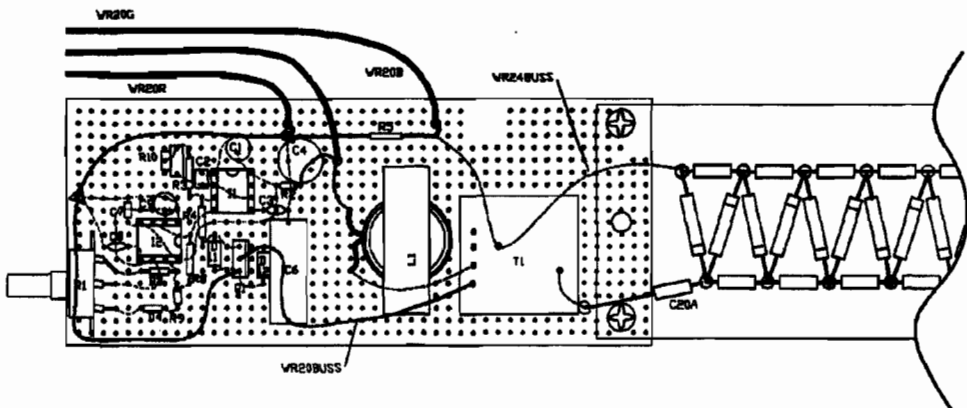
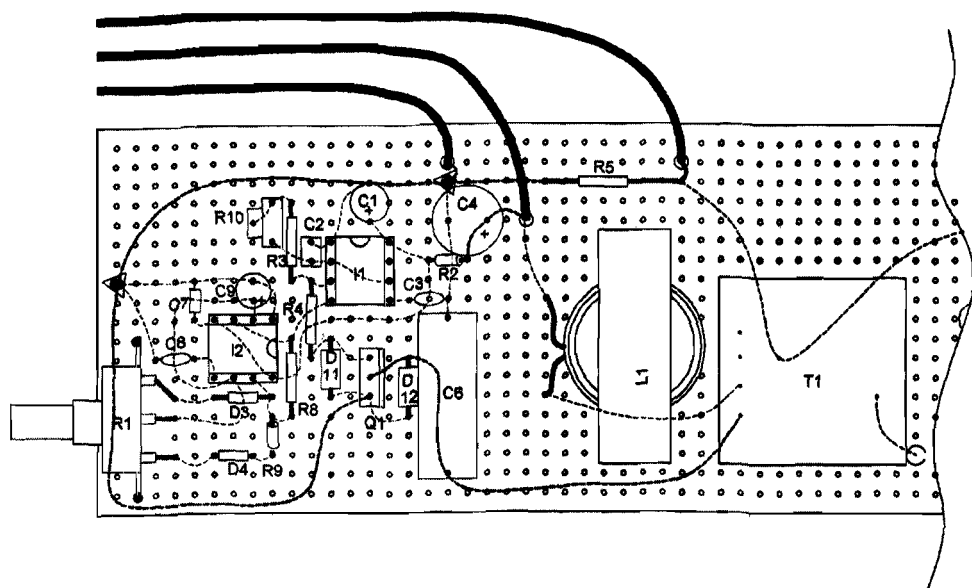

Рис. 22.6. Соединения проводами и внешние подключения
Рис. 22.7. Увеличенный вид сборочной платы
7. Присоедините провода для внешних соединений (см. рис. 22.6). Увеличенное изображение соединений сборочной платы показано на рис. 22.7 и 22.8.
Чертеж в увеличенном виде приведен на рис. 22.7 и 22.8.